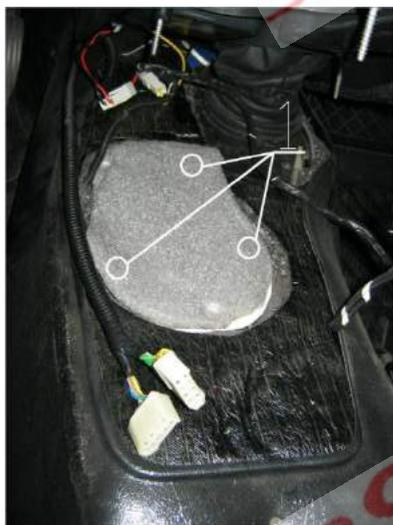

Рис. 13
5.22. Вставить жгуты раздаточной коробки в отверстия заглушки тоннеля пола (входит в комплект). Установить заглушку при помощи 3-х саморезов с широкими шляпками (входят в комплект) таким образом, чтобы разъемы находились в салоне, а провода под днищем были не в натяг. Места крепления саморезов Рис.13 поз.1.